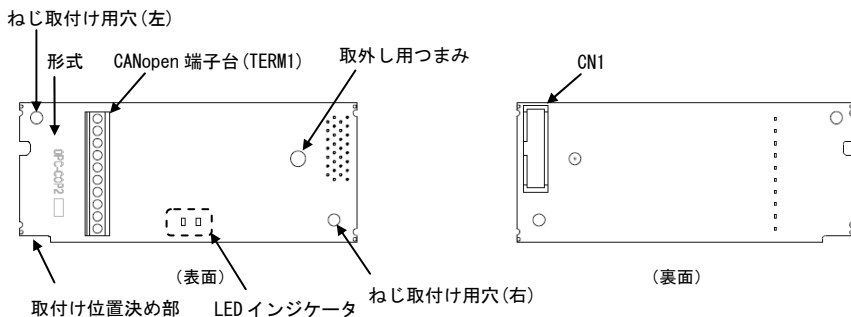

図 2.1 CANOpen 通信カードの各部の名称
- (1) 通信カード、ねじ (M3×8 : 2 本)、取扱説明書 (本書) が入っていることを確認してください。
- (2) 通信カード上の部品の異常、凹み、反りなど輸送時での破損がないことを確認してください。
- (3) 通信カード上に形式「OPC-COP2」が印刷されていることを確認してください。(図 2.1 参照)
CANOpen 通信カードの各部の名称を図 2.1 に示します。
- (2) 通信カードの裏面 (図 2.1) の CN1 を、インバータの接続ポートへ差し込み、付属ねじで固定して下さい。(図 3.1)
**注意** 通信カードの取付け位置決め部 (図 2.1) がツメ (図 3.1 ①) にセットされ、CN1 (図 3.1 ②) が確実に差し込まれていることを確認してください。図 3.2 は取付け完了を示します。
- (3) 通信カードの配線を行います。